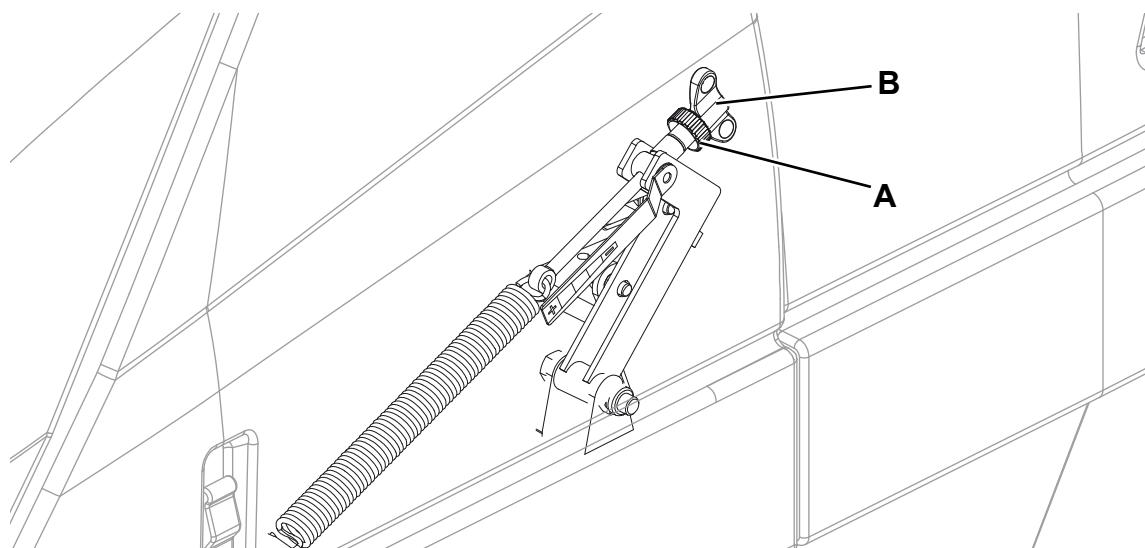

Figure 3
3. Tourner la clé de contact (66) et démarrer la machine.
4. Baisser le balai central au moyen du levier (53) et le laisser tourner pour 1 minute.
7. Pour effectuer le réglage, ouvrir le coffre (1) du compartiment moteur en agissant sur le bouton-poussoir de déblocage (25), desserrer la poignée (A, Fig. 3) et agir sur l'écrou papillon (B) du balai central en considérant que :